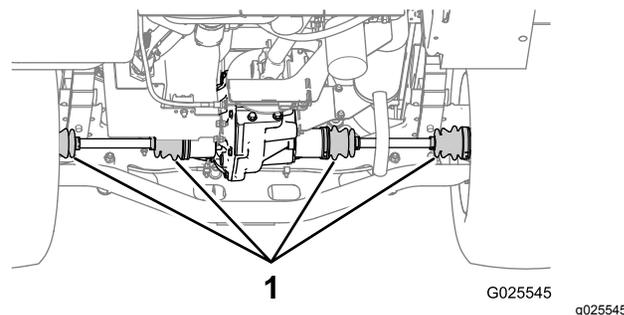

Рисунок 66
2. Проверьте пыльники ШРУСов на задних мостах на отсутствие повреждений и утечек смазочного материала (Рисунок 66).